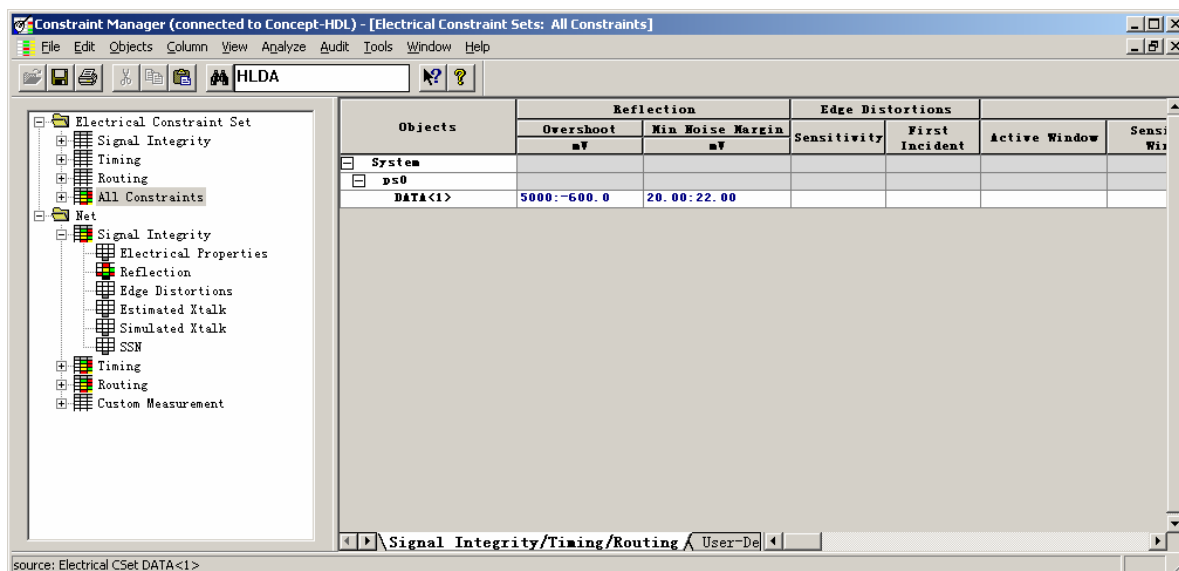

图 5-3 【Electrical Constraint Set】文件夹下【All Constraints】
19. 在约束管理器界面，点击【Electrical Constraint Set】文件夹下【All Constraints】，查看右边工作表中的 DATA<1>约束，请见图 5-3。